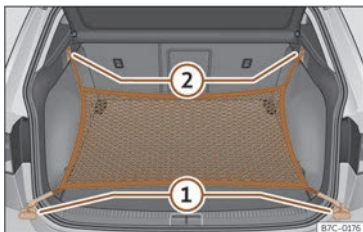

Abb. 170 Im Gepäckraum: Ösen ① und Haken ② zum Einhängen des Gepäckraumnetzes.
- Hängen Sie die kurzen Haken des Netzes in die Verzurrösen ein >>> (Abb. 170) ① >>> ⚠. Der Reißverschluss des Gepäckraumnetzes muss dabei nach oben zeigen.
- Befestigen Sie die Spanngurte in den Taschenhaken ②.